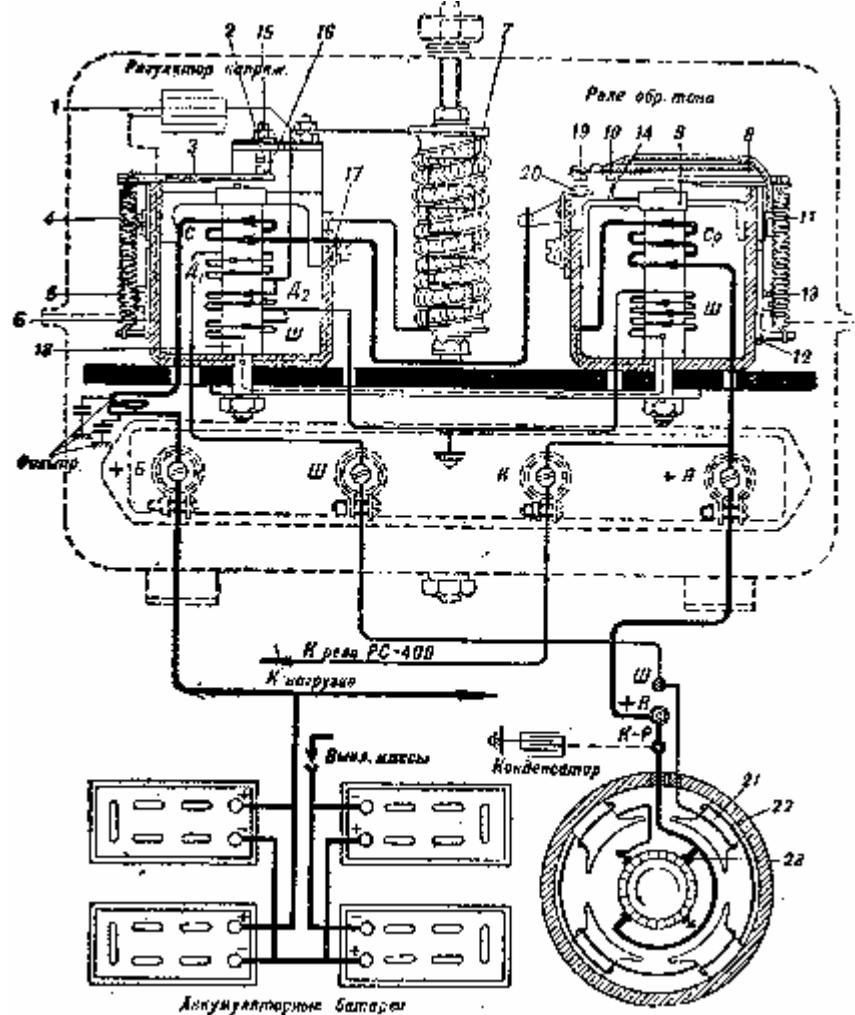

Рис. 145. Принципиальная схема соединения генератора с реле-регулятором и с аккумуляторной батареей:
Принципиальная электрическая схема соединения генератора с реле-регулятором и с аккумуляторной батареей дана на рис. 145.
Внутри корпуса укреплено четыре полюса (см. рис. 145), на которых помещены катушки возбуждения 22, изготовленные из медной эмалированной проволоки и последовательно соединенные одна с другой. Общая схема соединения катушек возбуждения генератора, отражена на рис. 145. Начало обмотки возбуждения выведено наружу корпуса генератора и присоединено к болту «Ш», а другой конец обмотки приключен к отрицательной щетке траверзы 23, которая соединена с корпусом генератора.
Оба аппарата смонтированы на общей панели из изоляционного материала и помещены в штампованной железной коробке, в нижней части которой прикреплена выводная колодка с четырьмя зажимами, обозначенными: «+Б», «Ш», «К» и «+Я». К этим зажимам подключают провода сети танка (см. рис. 145).
Магнитная система реле состоит из П-образного ярма 8 (см. рис. 145) и электромагнитного сердечника 9, укреплённых на текстолитовой панели, и железного подвижного якоря 10. Для оттягивания якоря от сердечника и размыкания контактов реле на хвостовую часть якоря надета пружина 11, нижний конец которой укреплен на штифте регулировочной планки 12. Натяжение пружины регулируют сдвиганием планки вместе со штифтом посредством поворачивания эксцентрика 13. Ход якоря вверх при размыкании контактов ограничивает упорная рамка 14.
Принцип работы реле обратного тока сводится к следующему (рис. 145).
Напряжение включения зависит от расстояния между якорем и сердечником реле и от натяжения пружины 11 (см. рис. 145).
- 4) Снять крышку реле-регулятора и измерить щупом зазор между якорьком 10 (см. рис. 145) и сердечником реле 9 при разомкнутых контактах и довести его подгибанием упорной рамки 14 до 1,8...2,4 мм.
Магнитная система регулятора так же, как и реле, состоит из П-образного железного ярма 8 (см. рис. 145), электромагнитного сердечника 18 и подвижного железного якоря 3. Для оттягивания якоря от сердечника и поддержания kontaktов в замкнутом состоянии на хвостовую часть якоря надета пружина 4, нижний конец которой укреплён на штифте регулировочной планки 6.
Силу тока возбуждения генератора регулятор изменяет автоматически путём периодического включения и выключения «регулирующего сопротивления» 7 (см., рис. 145) в цепь обмотки возбуждения. «Регулирующее сопротивление» постоянно, подключено к обмотке возбуждения, но шунтировано контактами регулятора 2 и 16, поэтому включение и выключение его сводятся к размыканию этих контактов, которые происходят автоматически следующим образом:
Регулятор напряжения регулируется на предельное значение напряжения, автоматически поддерживаемое им при работе с генератором. Это напряжение зависит прежде всего от расстояния (зазора) между якорем 3 (см. рис. 145) и сердечником 18 и от силы натяжения пружины 4.